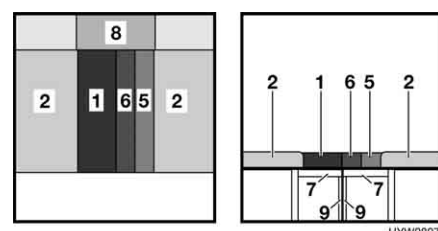

Fig. 48 Dopo la trasformazione in letto matrimoniale
- Inserire il cuscino aggiuntivo (Fig. 48,8).
- Estrarre completamente i telai portamaterasso (Fig. 48,7).
- Aprire i quattro puntelli (Fig. 48,9).
- Posizionare i cuscini dello schienale (Fig. 48,1, 5 e 6) sui telai portamaterasso.